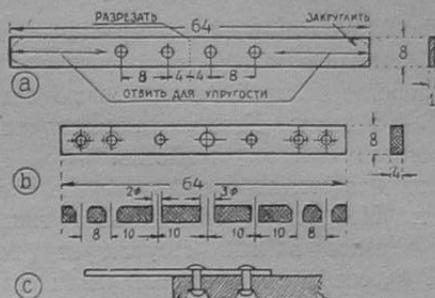

Рис. 5
- 1) Вырезать 4 пластинки из листовой латуни 0,5—1 м.м., рис. 5-а.
- 3) Выпилить лобзиком 3 эbonитовых пластинки-рычага (можно заменить карболитом, сухим дубом или подходящим негигроскопичным материалом), рисунок 5-б.
4) Высверлить дыры соответственно разметке на рис. 5 «а» и «б», диаметром 2,5 м.м. и центральную дыру в эbonитовых пластинках, диаметром 3 м.м.
6) Прикрепить заклепками из красной меди диам. 2 м.м. латунные пластинки к эbonитовым, рис. 5 «с». (Необходимо соблюдать осторожность, чтобы не поколоть эbonит.) Головки заклепок уточнить в раззенкованные отверстия.